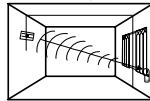

Figura 3
Per ottenere il miglior risultato, il sensore VITRON Via Radio deve essere installato il più vicino possibile e di fronte al vetro da proteggere, come mostrato in Figura 3.
- **Montaggio sulla parete opposta al vetro** - per un risultato ottimale il sensore VITRON deve essere installato il più possibile al centro della finestra verso cui viene orientato, vedi Figura 3